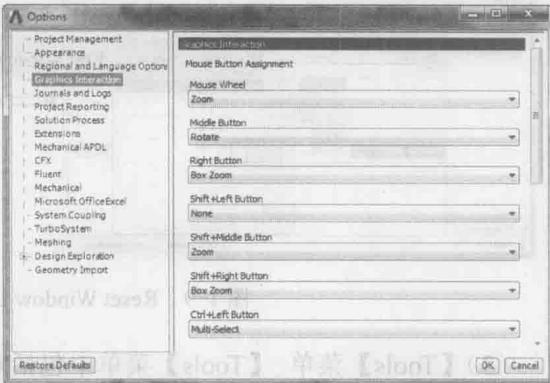

图 1-14 【Graphics Interaction】选项卡
- ◆ 【Graphics Interaction】选项卡：用于设置鼠标对图形的操作，如平移、旋转、放大、缩小等，如图 1-14 所示。